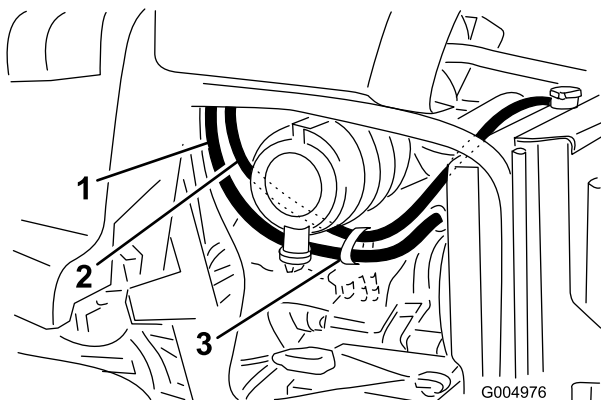

図 14
12. ホースクランプを使ってホースをT字フィッティングに固定する 図 14。
1. ラジエターのオーバーフロータンクのホースを、ラジエター上からラジエターを横断させて左側へ導き 図 14 に示すようにエアクリナーの下を通す。